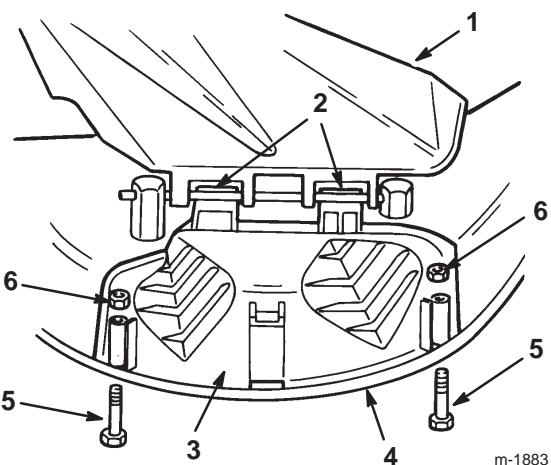

Figure 14
4. Abaissez l'obturateur d'éjection jusqu'au bord inférieur du carter de tondeuse pour fermer l'ouverture (Fig. 14).
5. Fixez l'obturateur d'éjection au bord inférieur du carter de tondeuse à l'aide des boulons et des écrous (Fig. 14).